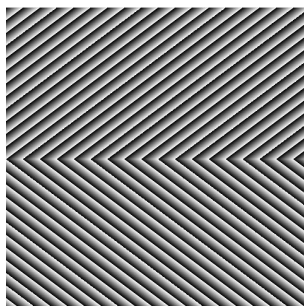

图 5-12
- (3) 斜角灰度渐变: 如图 5-12 所示, 预览为水平斜对角方向的静止灰度渐变图;